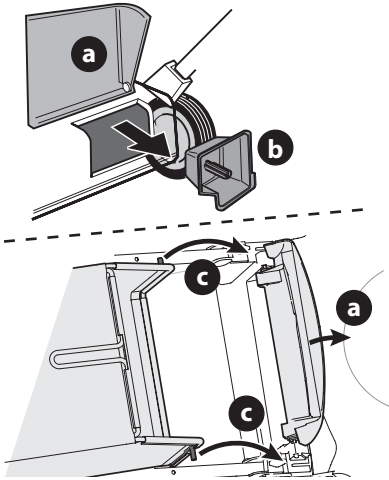

Figura 7
- Para acoplar el colector de césped siga los pasos a continuación (Figura 7):